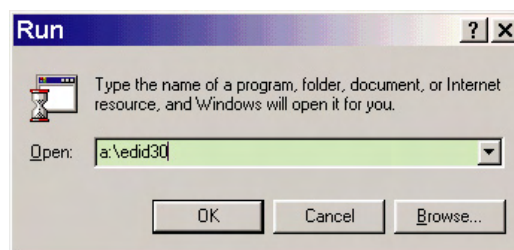

Fig. 5
3. No sub-menu digite a letra do seu drive de disquete seguido por EDOD.301(por exemplo, A:\EDID301), como mostrado na fig. 5.